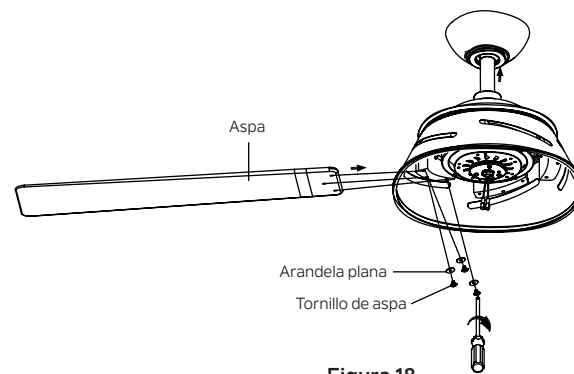

Figura 18
Paso 1. Deslice con cuidado el aspa a través de la ranura como se muestra. Apriete firmemente las cinco aspas con tornillos de aspa y arandelas planas. (Figura 18)